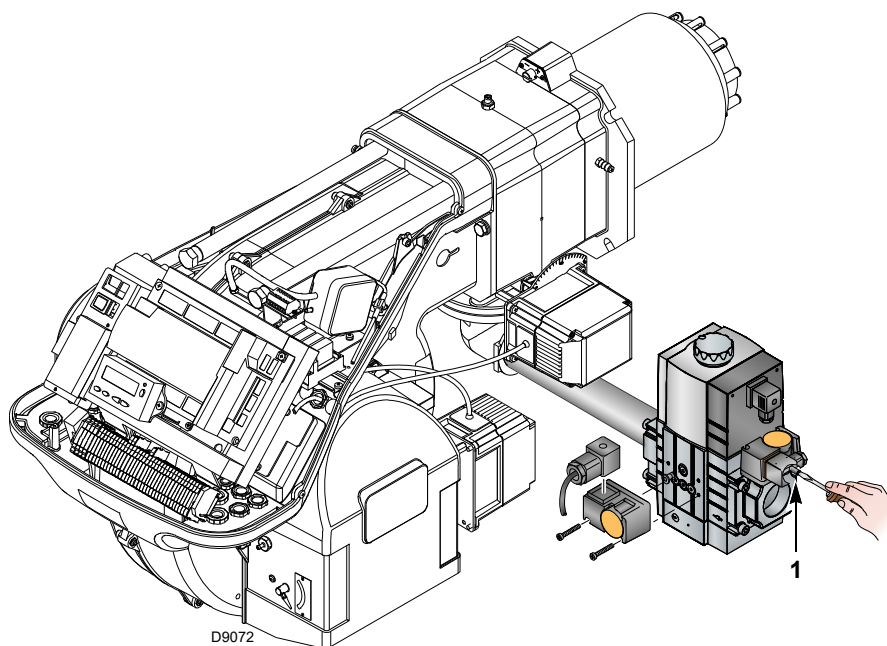

Рис. 26
- Проверьте давление подачи газа, подключив манометр к штуцеру для замера давления 1) (Рис. 26) реле минимального давления газа. Давление должно быть ниже максимально допустимого давления газа, указанного на заводской табличке.
- Выпустите воздух из труб газовой рампы, подсоединив пластмассовую трубку к штуцеру для замера давления 1) (Рис. 26) на реле минимального давления газа. Вывести наружу здания выпускную трубу, пока не появится запах газа.